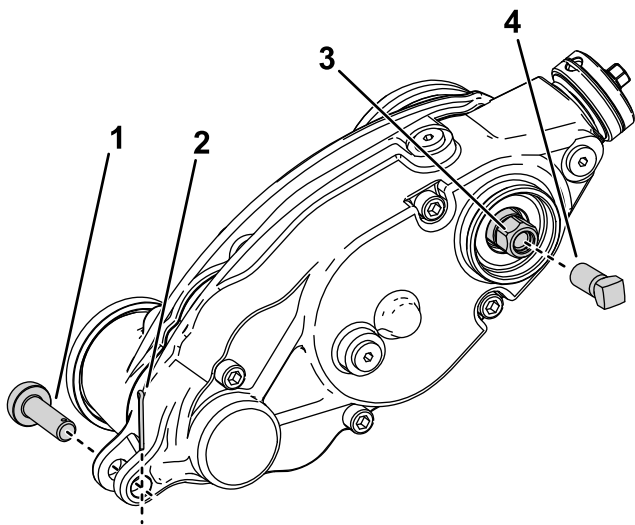

图28
3. 卸下将疏草刀驱动箱连接到调整臂的调节销和开口销 图28。
5. 如图28所示将加固螺丝零件号 1-803022——单独出售安装到疏草刀驱动六角头的内螺纹并上紧扭矩至 13.5Nm。
6. 转动疏草刀驱动六角头将疏草刀驱动箱从剪草滚刀上卸下图28。